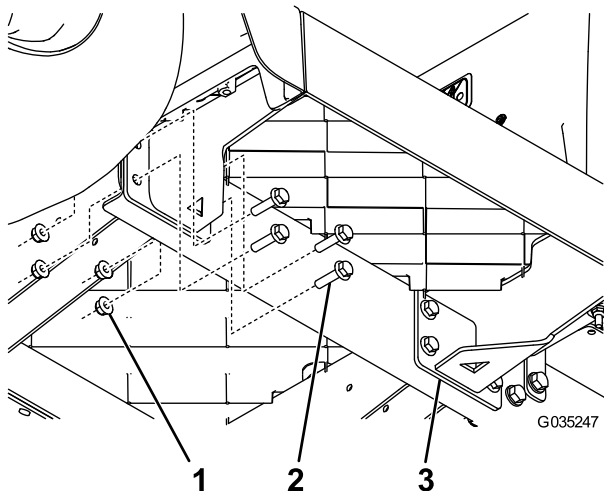

Figur 4
3. Fjern en af de eksisterende gulvpladestøtter (Figur 4).
5. Fjern den anden eksisterende gulvpladestøtte (Figur 4).